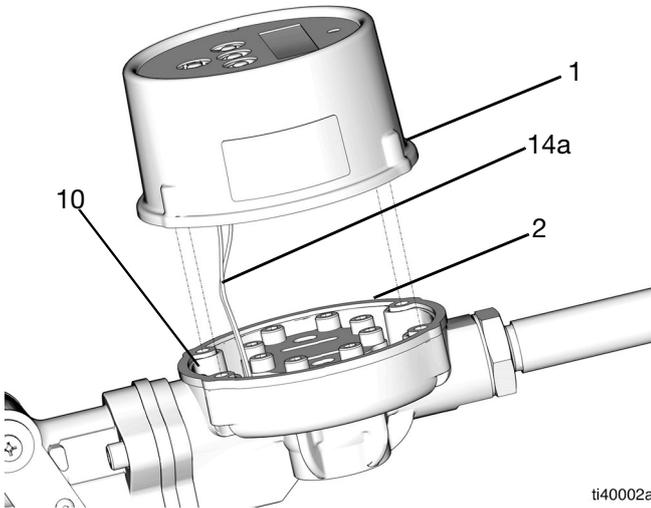

FIG. 3
- Desmonte el bisel (1) del alojamiento del medidor (10) (FIG. 3).
- Retire y elimine la junta (2) situada entre el alojamiento del medidor (10) y el bisel (1), consulte FIG. 3.
- Reemplace la junta (2) con una nueva del kit, con el lado adhesivo hacia abajo, en el alojamiento del medidor (10), consulte la FIG. 3, eliminando la segunda junta no utilizada (2).
4. Coloque el bisel (1) de forma que la pantalla quede en posición vertical cuando sujete la válvula.
5. Vuelva a montar el bisel (1) en el alojamiento del medidor (10), consulte la FIG. 3 en la página 8.